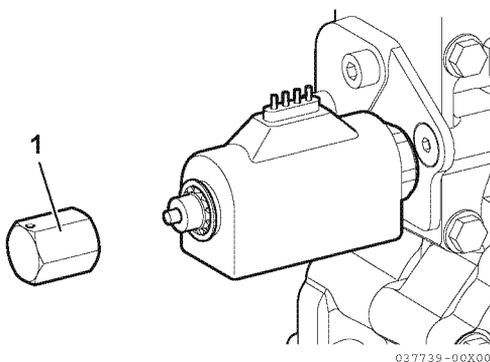

**Figure 11**
1. Avec le(s) moteur(s) arrêté, ôtez le bouchon (1, **Figure 11**), l'écrou (2, **Figure 11**) et le collier (3, **Figure 11**).